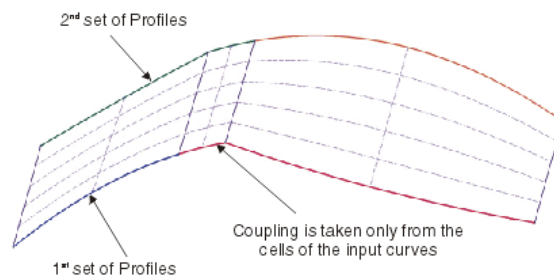

Figura 2.112 Ejemplo con Cells.
- **Cells:** el acoplamiento se define por el número de celdas (curvas individuales) que definen los perfiles y guías que permiten al usuario volver a parametrizar según las continuidades internas (Figura 2.112).